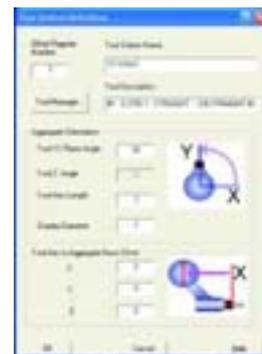

Рис. 8.
- ✓ Поддерживается использование шпинделя с поворотной головкой (рис. 8).